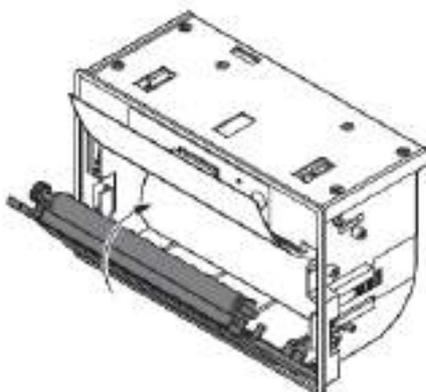

Рисунок 34
2.5.4 Подтяните бумагу, чтобы участок бумаги вышел из лотка принтера (рисунок 34).